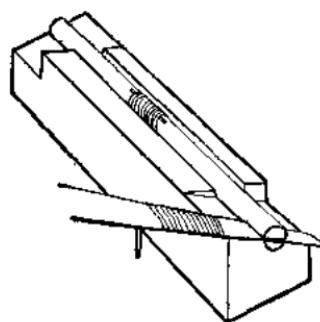

图 4
4. 用法 用小削刀或刀片沿着支架面的斜面推向芒杆，即能开一个 20° 角度，见图 4，如果芒杆直径小于 10 毫米的，需在凹槽内垫纸片，务使芒杆圆心落在刀片推切的面上。